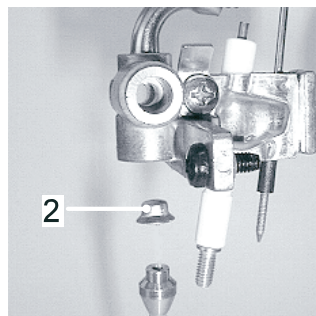

Fig. 4
16. Sostituire l'ugello pilota Rif. 2 (Fig. 4) e ricollegare il tubo pilota al bruciatore pilota (solo apparecchi LM 10 PVF / LM 13 PVF).